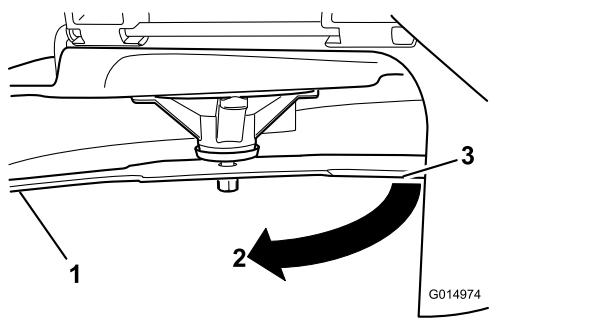

Figura 92
3. Distancia medida entre la cuchilla y la superficie (A)
4. Gire la misma cuchilla 180 grados de manera que el otro extremo esté en la misma posición (Figura 92).